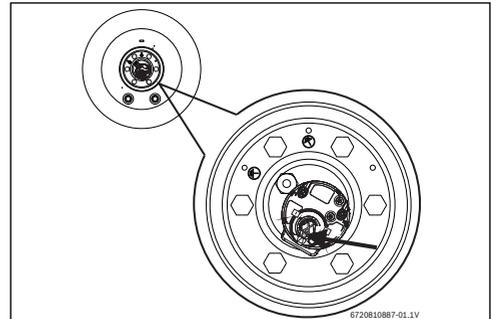

Fig. 13 Botão de rearme
- ▶ Pressionar completamente o botão (Fig. 13).